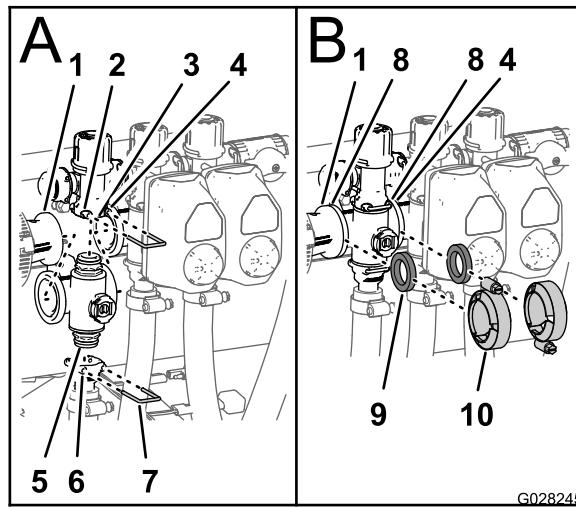

图122
- 将岐管阀的上端盖接头插入旁通阀接头图122。
- 将卡环插入旁通阀接头的插槽从而将端盖接头固定至旁通阀接头图122。
- 将出口接头组装到岐管阀的下端盖接头上图122。
- 将卡环插入出口接头的插槽从而将端盖接头固定至出口接头图122。
- 在异径管连接头凸缘与喷洒臂段阀岐管之间放一个垫片图122。
- 用夹具组装异径管接头、垫片和喷洒臂段阀岐管并用手紧固图122。
- 如果要安装最左边的2个喷洒臂段阀请在两个相邻喷洒臂段阀岐管的凸缘之间放一个垫片图122。
- 使用夹具组装2个相邻喷洒臂段阀岐管和垫片并用手紧固图122。